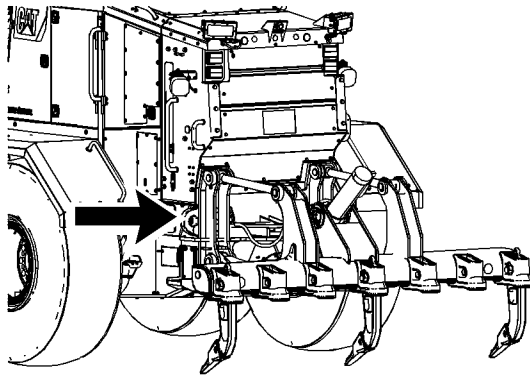

Ilustración 148
8. Instale las cuatro cadenas de amarre en la parte trasera de la máquina. Hay un cáncamo de amarre en cada lado de la parte trasera de la máquina. Los cáncamos de amarre están identificados con una etiqueta que muestra una posición de amarre. Consulte la ilustración 148 .